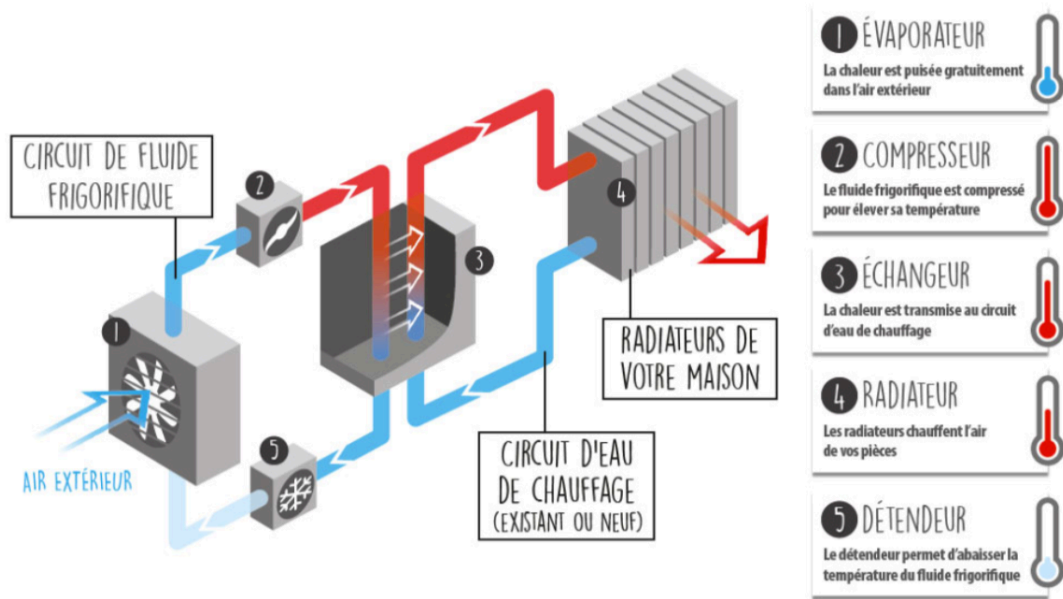

FIGURE 7 – Schéma de principe d'une pompe à chaleur
- est comprimé grâce au *compresseur*³ (ch : 压缩机) ④ (figure 7) : durant cette étape, il reçoit du travail ($W > 0$) ;
- traverse le *condenseur* (冷凝器) ①. Le condenseur est constitué d'un serpentin. L'agent thermique cède effectivement un transfert thermique à ce moment (en réalité il se liquéfie, c'est-à-dire qu'il passe de la phase gazeuse à la phase liquide, cette opération transfère beaucoup de chaleur à l'extérieur) à l'atmosphère qui joue donc le rôle de source chaude ($Q_c < 0$).
- est détendu dans le *détendeur* ②(毛细管) (par exemple en réalisant une détente de Joule-Thomson!). Pendant cette étape la température baisse brutalement.